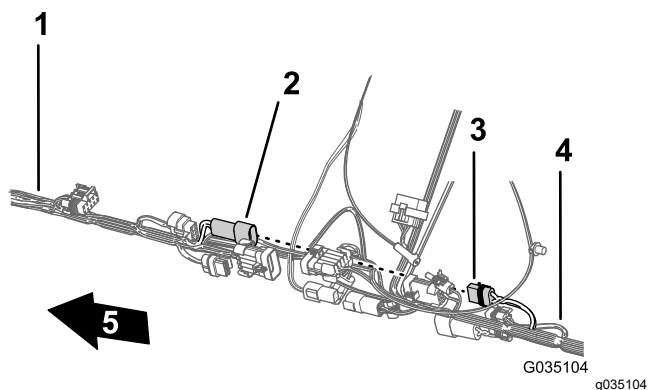

Рисунок 90
5. Вставьте 2-штыревой разъем переднего жгута проводов для питания шлангового барабана в 2-гнездовой разъем заднего жгута проводов для питания шлангового барабана (Рисунок 90).